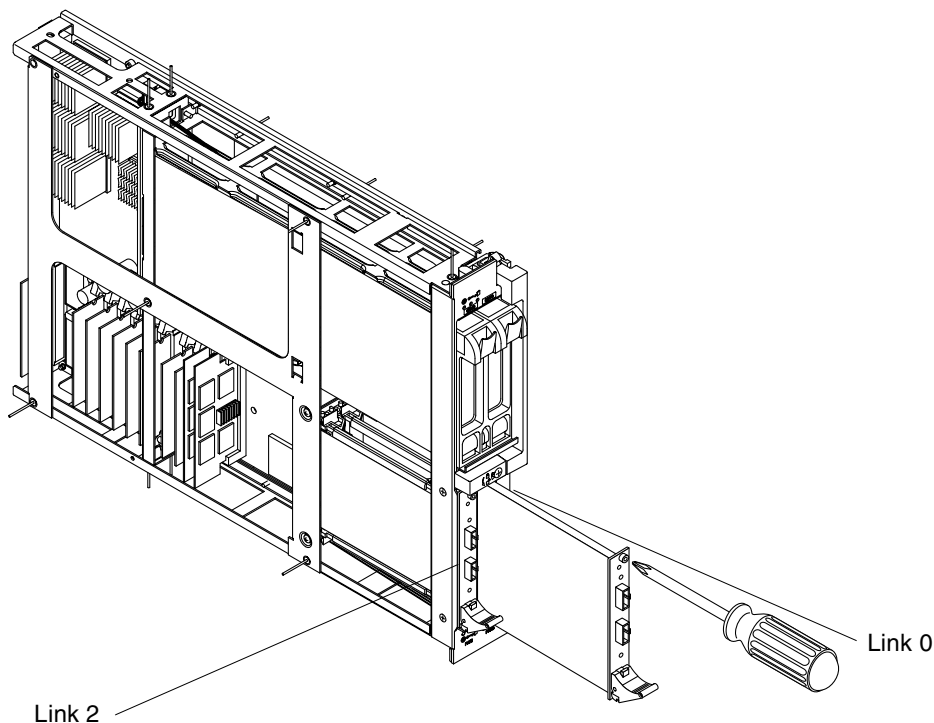

図 3-8 Sun Fire 15K/12K システムの Sun Fire Link アセンブリ内の光モジュールの交換
4. 光モジュールの側面または正面パネルを持ち、2つのガイドの間の溝にスライドさせます (図 3-8)。